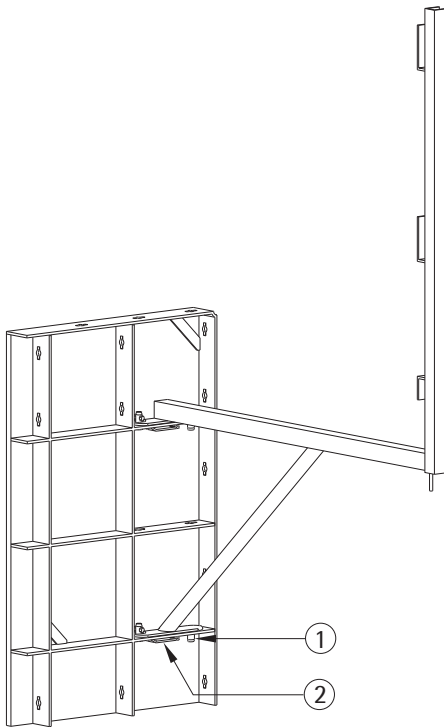

Abb.108
Die Laufkonsole wird an den Quergittern der Rasterelemente oder den Quersteinen der GE-Elemente montiert (Abb.108). Dazu wird der Stift der Laufkonsolenanhangepunkte ① in die Bolzenlöcher der Quergitter gesteckt. Nun ist die Konsole mit 2 Verbindungsbolzen zu sichern ②.